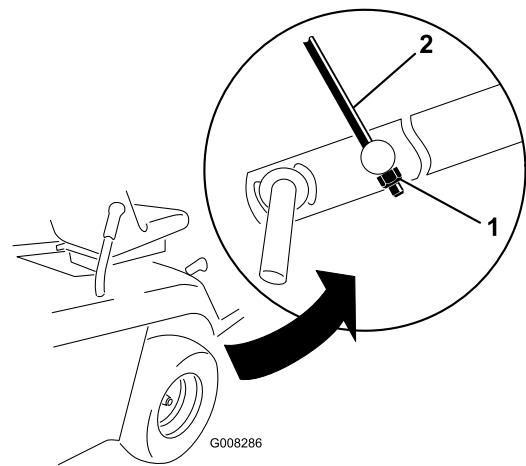

Figura 44
- Ajuste la contratuerca M8, en el extremo de la varilla de ajuste de altura, hasta que la varilla esté ligeramente tensada (Figura 44).